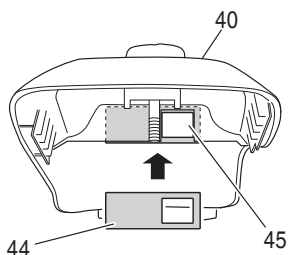

Fig. 43
Système de protection anti-gel (Fig. 43, 44)
1. Lorsque vous avez besoin d'utiliser le système anti-gel, enlevez le couvercle du filtre à air (40). Retirez le déclencheur (44) de l'intérieur du couvercle du filtre à air et réinstallez le en position d'hivers en le tournant à moitié. (Fig. 43)